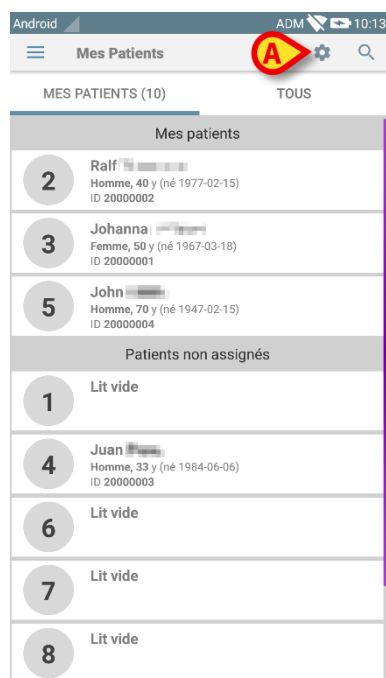
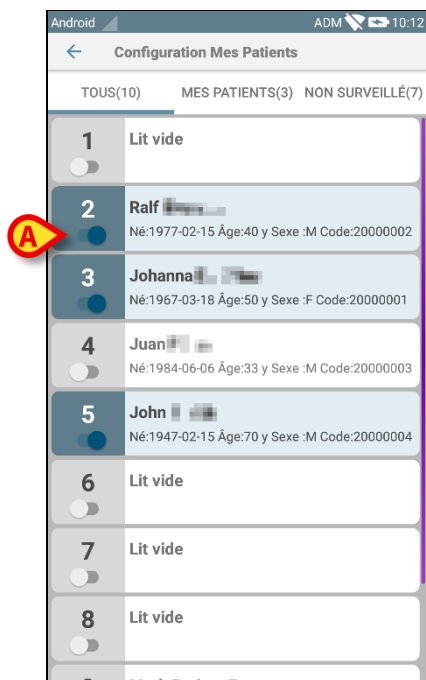

Fig 34
Fig 35
Le dispositif passe ainsi en mode “Mes Patients”. La liste “Mes Patients” s’affiche (Fig 34). Voir le paragraphe suivant pour les instructions sur la façon de sélectionner “Mes Patients”.
- taper sur l’icône  (Fig 34 **A**). L’écran suivant s’affichera (Fig 35 - “Configuration Mes Patients”).